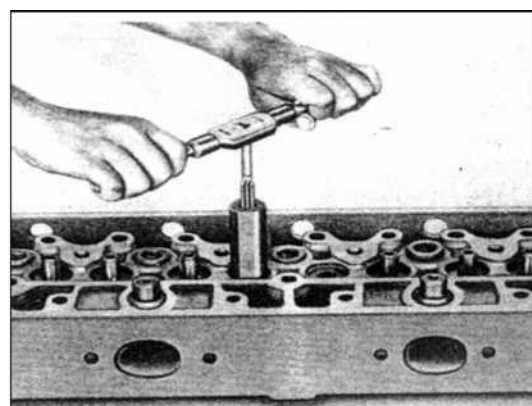

РИС. 91
9) При развёртывании внутреннего диаметра втулки клапана, используйте кондукторную втулку для правильной центровки развёртки и точного контроля размеров диаметра втулки клапана. Используйте кондукторную втулку 2576 5890 0225 для развёртывания втулки впускного клапана и 2576 5890 0224 для втулки выпускного клапана. Эти направляющие втулки могут использоваться как для стадии стандартной, так и для стадий ремонта втулок клапана (рис. 91).